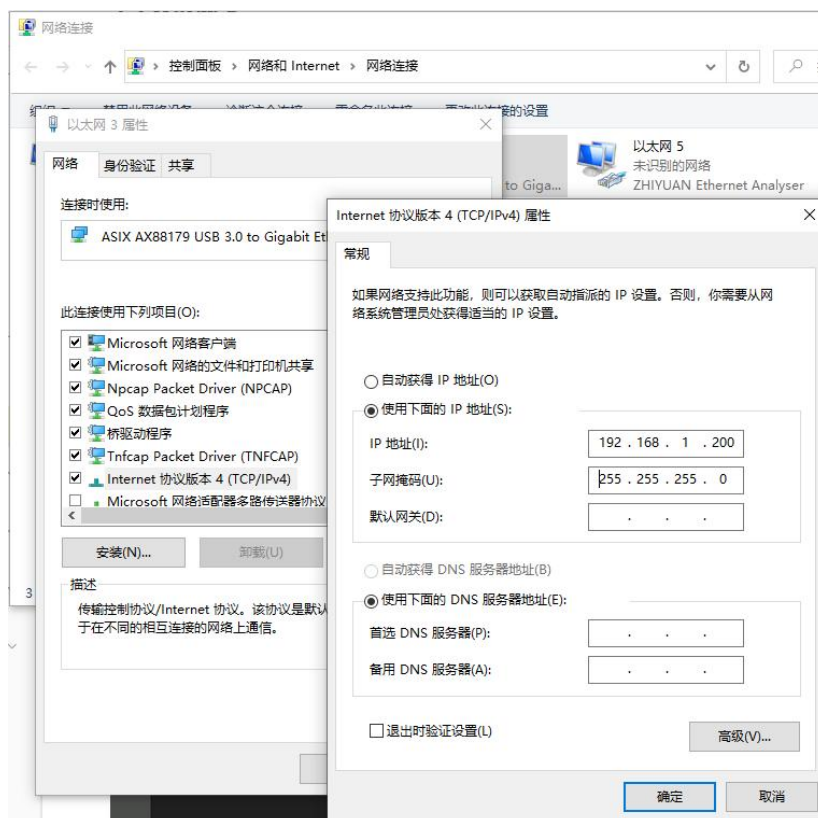

图 4.6 配置电脑 IP 地址
(4) 配置电脑 IP 地址。ZMC 运动控制器的 NET1 的出厂默认 IP 为 192.168.1.136，NET2 的 IP 为 192.168.2.136，依此类推。以下过程需要通过上位机来连接设备，因此需要将电脑的 IP 设置为和运动控制器相同的 IP 段，例如电脑连接主站控制器的 NET1 口，设置为 192.168.1.200 地址，如图 4.6 所示。设置成功后尝试 ping 192.168.1.136，确保连接成功。